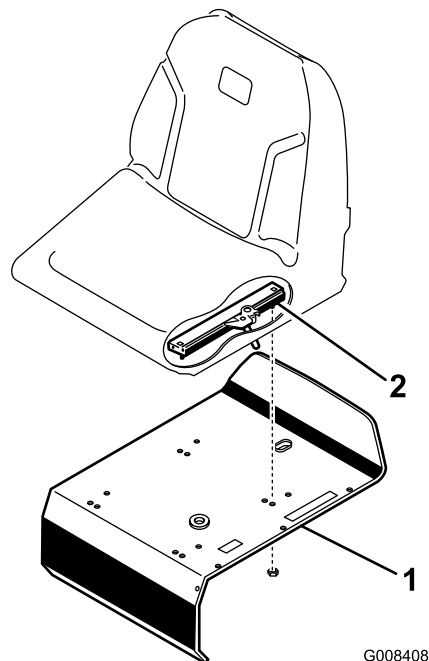

Figura 3
3. Prenda os adaptadores ao suporte do banco com as porcas de bloqueio (5/16 pol.) (Figura 3) fornecidas nas peças soltas.